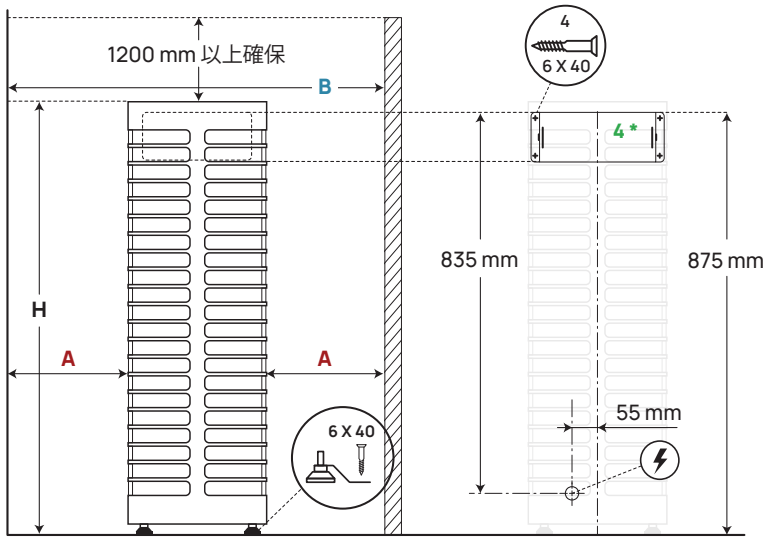

図1 サウナヒーターの設置位置
- サウナヒーターの設置場所には、離隔距離が確保されていますか？サウナヒーター設置の際の、サウナ室の天井および壁との離隔距離については、**表 1**、**図 1** をご参照ください。
- ・ HUUM STEEL 6、9、11各モデルは、同梱のブラケットを使って床に固定します。図1にならって、ブラケットをサウナヒーターの脚に取り付け、適切なねじで床の構造に固定してください(最低6×40mmのねじを推奨)。
- ・ HUUM STEEL Mini 4 は、同梱の壁掛けプレートを使って壁に固定してください。図1をご参照ください。